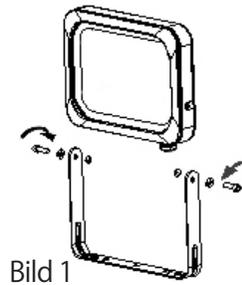
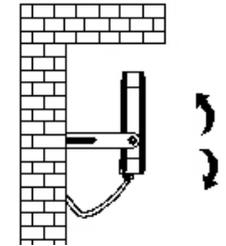

Bild 1
Bild 6
1. Die 2 Schrauben (Bild 1) lösen, die Unterlegscheiben und Zahnscheiben entfernen und den Halter abnehmen.
5. Den Strahler an den Halter mit den 2 Schrauben befestigen (Bild 1), den Strahler ausrichten (Bild 6) und die beiden Schrauben festziehen.